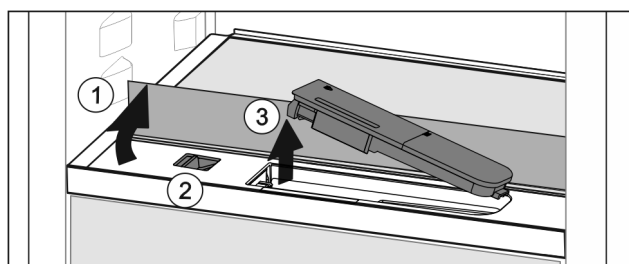

Fig. 48
- ▶ Glasplatte anheben und bis zum Anschlag nach hinten klappen Fig. 48 (1).
- ▶ Schieber *Fig. 48 (2)* nach links schieben.
- ▶ Wassertank entnehmen *Fig. 48 (3)*.